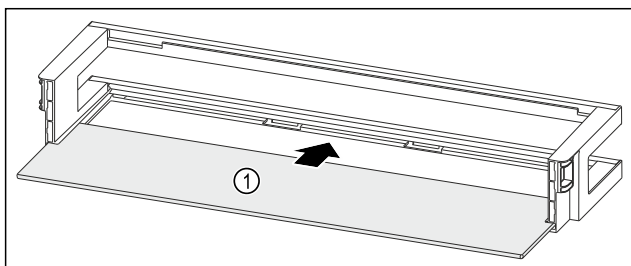

Fig. 244 Balconcino controporta con ripiano
- Inserire il ripiano Fig. 244 (1) negli incavi laterali.